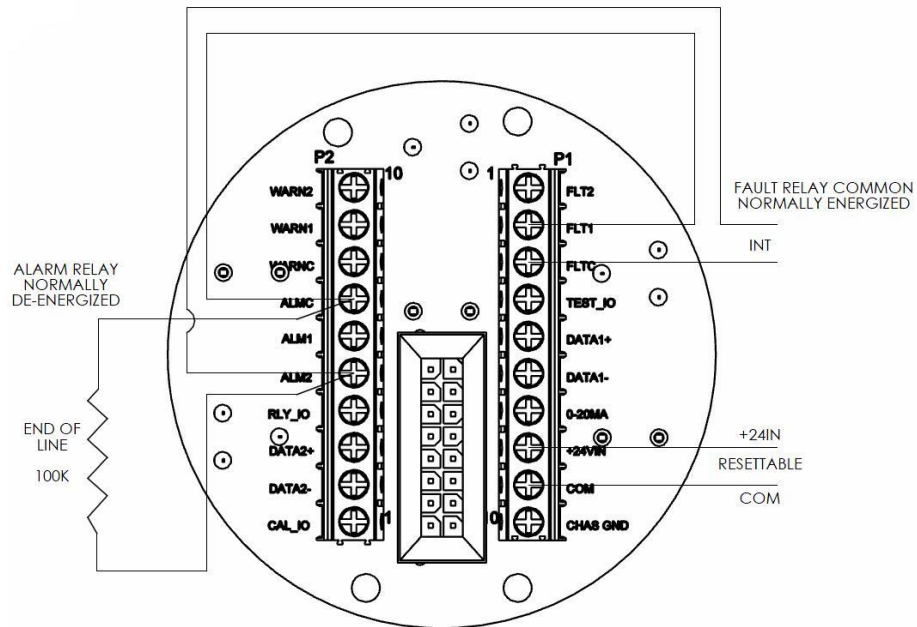

Abbildung 5: Feldanschlüsse mit Verdrahtung für Feuermeldersysteme¹
1. Die unverlierbaren Schrauben (A) im Optik-Gehäuseteil lösen.
3. Das Gerät an die Kabel am Standort anschließen. Dabei das Anschlussdiagramm in Abbildung 5 verwenden.